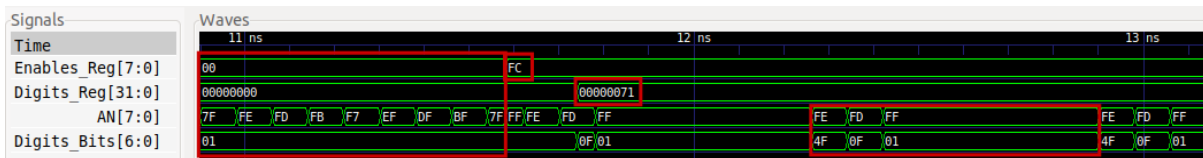

Figura 13. Escreva o valor 71 nos dois dígitos mais à direita do mostrador de 8 dígitos de 7 segmentos
8. Analise a simulação mostrada na Figura 13. Inicialmente, os valores mostrados nos oito mostradores de 7 segmentos estão todos a 0 (inicialmente todos os dígitos são ativados porque *Enables_Reg*=0). Em seguida, desativamos os seis dígitos mais à esquerda, escrevendo *0xFC* para o registo *Enables_Reg* (instrução *sb* na Figura 12) e escrevendo *71* nos dois dígitos mais à direita, escrevendo *0x71* em *Digits_Reg* (instrução *sw* na Figura 12). O efeito nos sinais de saída é o seguinte (como mostrado na Figura 13):